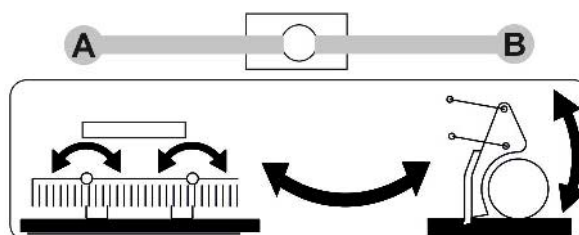

Рис. 99
1. Установите шаровой кран (Рис. 99/1) в положение **В**.
5. Установите шаровой кран (Рис. 99/2) в положение **А**.